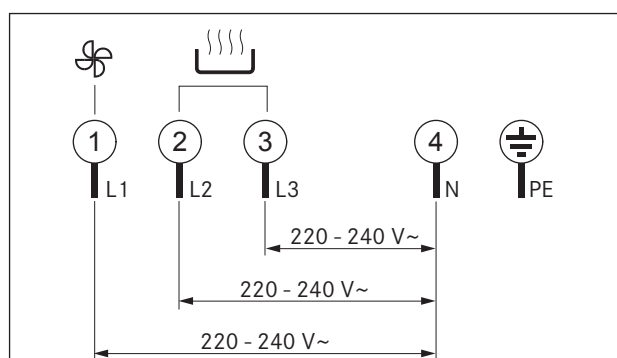

Abb. 6.36 Aansluitschema 3-fasen-aansluiting
- ▶ Sluit de stroomkabel aan volgens het geldende aansluitschema (zie afb. 6.36 AansluAbb. 9.36 op de stroommetaansluiting [2] van het kookveld met kookveldafzuiging.